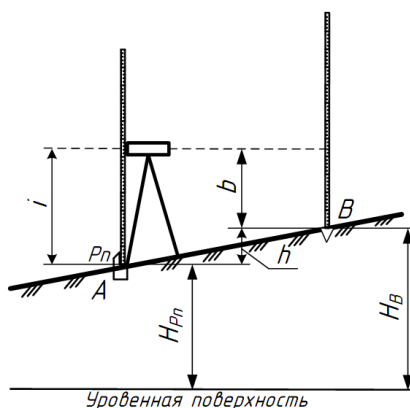

Рисунок 1 Схема нивелирования способом «вперёд»
- 1) Определите превышение точки В над точкой А и высоту точки В (рисунок 1). Принять $H_{\text{пр}} = 150,000$ м.